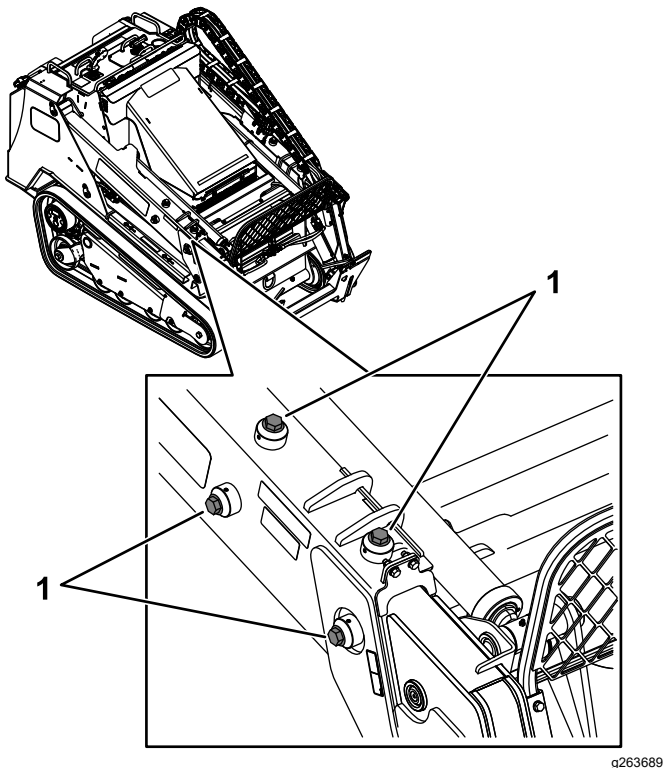

Figura 81
3. En cada brazo de carga, afloje el tornillo de fijación de los 4 tornillos de ajuste (Figura 81).